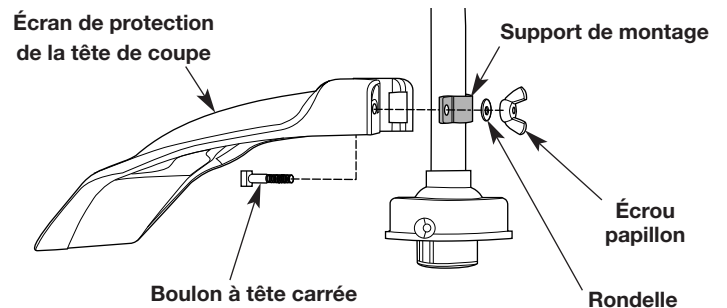

Fig. 2
4. Insérez le boulon à tête carrée dans le trou sous l'écran de protection de la tête de coupe (Fig. 2). Enfoncez le boulon à tête carrée à travers l'écran de protection de la tête de coupe et le support de montage.
5. Placez la rondelle sur le boulon à tête carrée (Fig. 2).
6. Vissez l'écrou papillon sur le boulon à tête carrée jusqu'à ce que l'écran de protection de la tête de coupe soit solidement en place (Fig. 2).